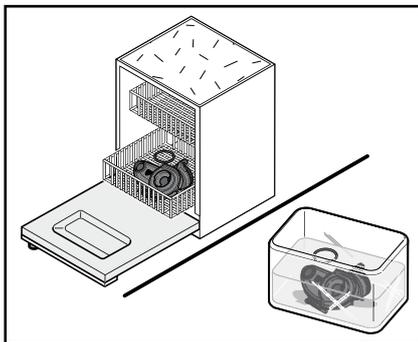

Abb. 39
7. Reinigen Sie die Mischkammer mit dem Dichtungsring (Abb. 39)